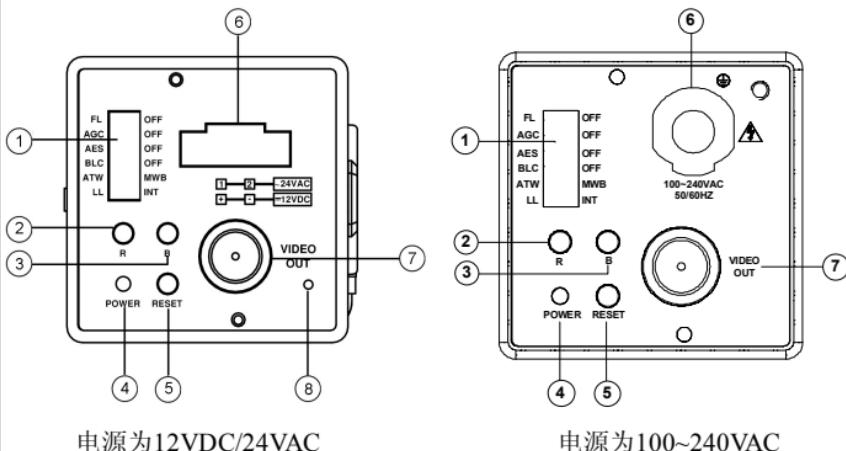

图7
(1) 摄像机接通电源时，电源指示灯④亮（见下图 7）。通过电源端子可输入 12VDC/24VAC 或 100~240VAC 电源，电源端子⑥如图 7 所示。
(2) 安装时注意使用防脱落螺钉，将金属链或钢缆固定在防脱落螺钉处。防脱落螺钉⑧如图 7 所示。